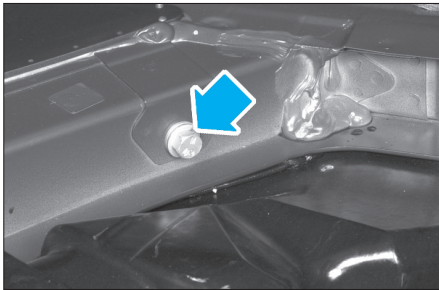

FIG. 17
- la vis de fixation supérieure de l'amortisseur (Fig.17).